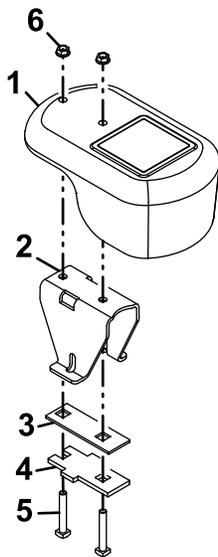

Bild 7
1. Befestigen Sie die Platten am Ballast mit den Schrauben (3/8" x 2 1/2") und Muttern (Bild 7).